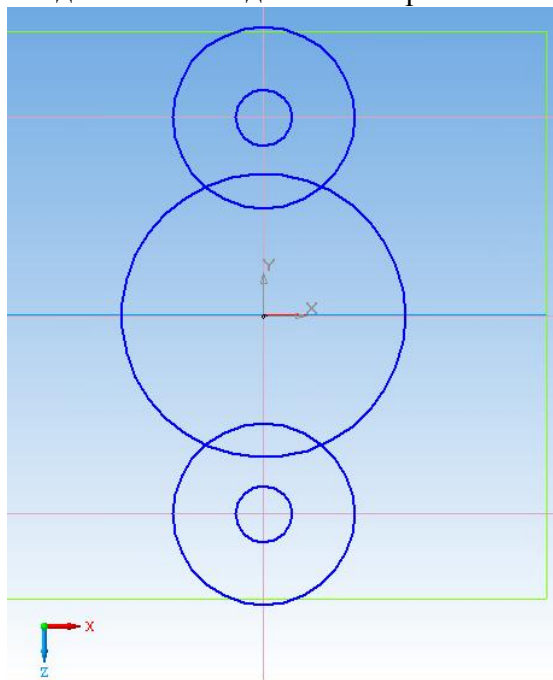

Рис. 13. Постройте, оставшиеся окружности
14. Аналогично постройте окружности на пересечениях горизонтальных прямых с вертикальной. Параметры окружностей: две окружности с радиусом $5/2$ мм, и две окружности с радиусом 8 мм. В результате рабочая область должна выглядеть как на рис. 13.